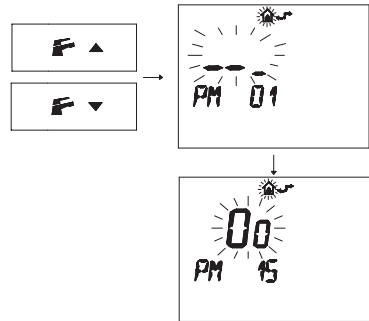

Figura 5.33
- Premere i pulsanti \mathbb{F} o \mathbb{F} per visualizzare la programmazione "PM15" abilitazione della sonda esterna (Figura 5.33).